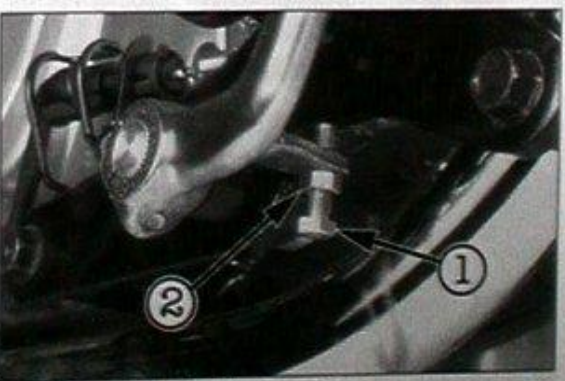

Bild 48
- Pedalhöhe nach Lockern der Gegenmutter ① Bild 48 und Drehen der Einstellspindel ② einstellen.